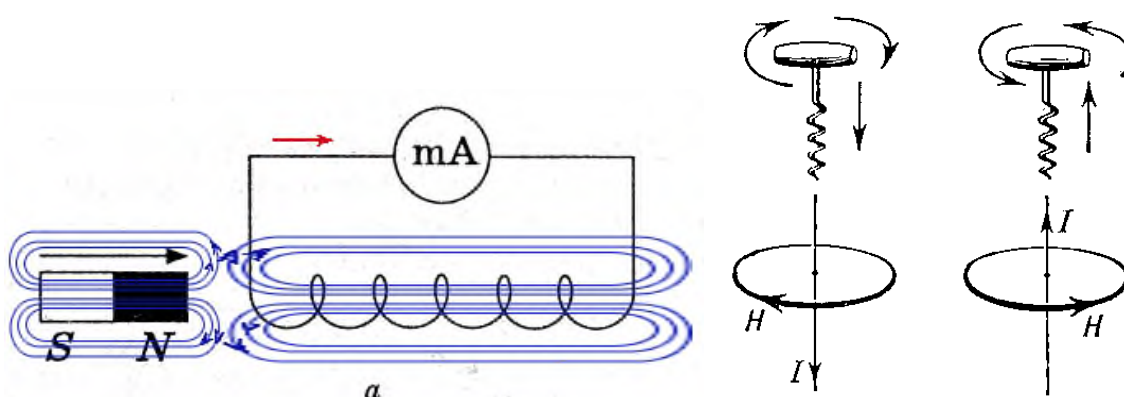

Рис.2
На рисунке синим цветом обозначены силовые линии магнитного поля постоянного магнита и линии магнитного поля индукционного тока. Силовые линии магнитного поля всегда направлены от N к S – от северного полюса к южному. По правилу Ленца индукционный электрический ток в проводнике, возникающий при изменении магнитного потока, направлен таким образом, что его магнитное поле противодействует изменению магнитного потока. Поэтому в катушке направление силовых линий магнитного поля противоположно силовым линиям постоянного магнита, ведь магнит движется в сторону катушки. Направление тока находим по правилу буравчика: если буравчик (с правой нарезкой) ввинчивать по направлению тока (I), то направление вращения рукоятки буравчика совпадает с направлением магнитного поля (H), возбуждаемого этим током (см. *рис.2*).